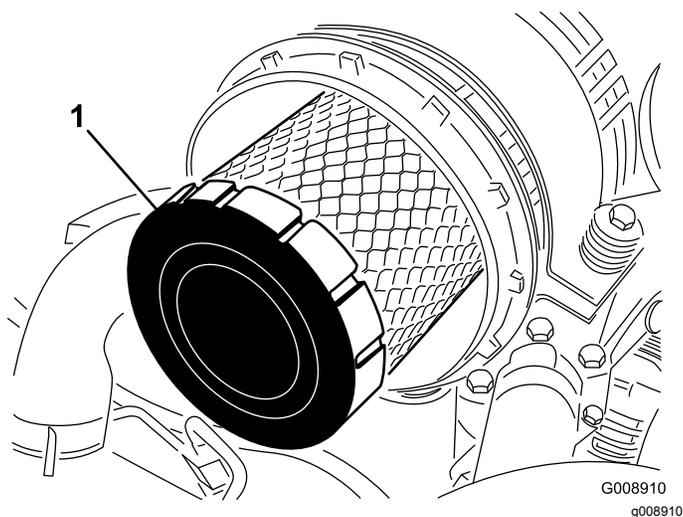

Рисунок 97
4. Снимите фильтр первичной очистки (Рисунок 97).